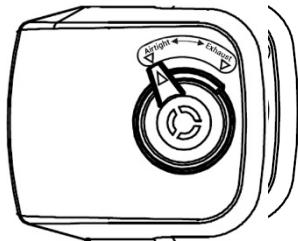

Figura 15
4. Impostare la valvola di limitazione di pressione (3) nella posizione "Airtight" ("otturare") e assicurarsi che la valvola di sicurezza (4) scenda.
5. Quando si imposta la valvola di limitazione di pressione (3) nella posizione "Airtight" ("Otturare") o "Exhaust" ("Svuotare") far corrispondere il segno sulla valvola di limitazione di pressione (3) con la freccia sulla maniglia (1) come è dimostrato sulla Figura 15.